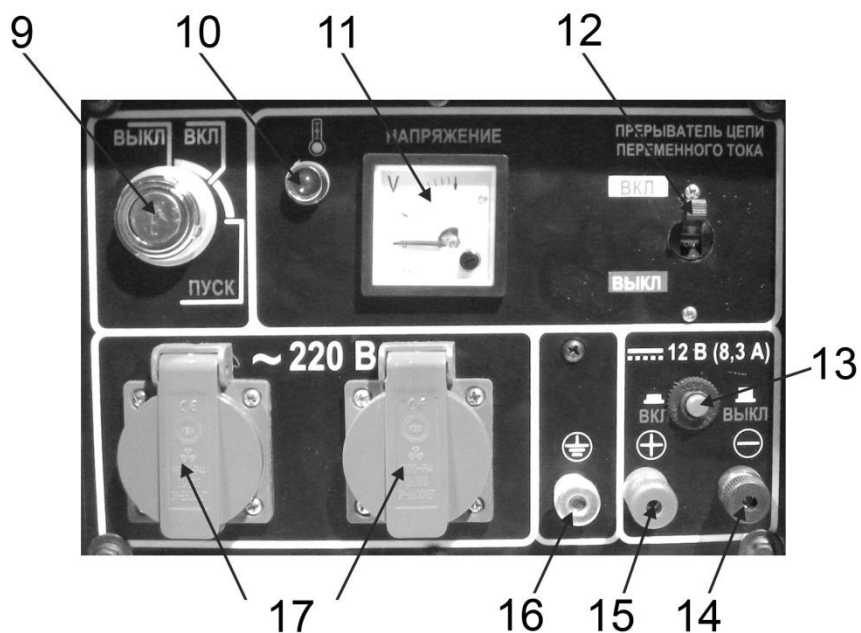

Рис. 1
- Запуск двигателя осуществляется ручным стартером, при помощи рукоятки (3)(См. Рис.1), или же электрическим стартером, при помощи ключа зажигания.
- С помощью воздушного фильтра производится очистка воздуха, поступающего в двигатель. Для проведения технического обслуживания воздушного фильтра, он снабжен съёмной крышкой (2).
- Розетки (17) предназначены для подключения потребителей однофазного переменного тока, напряжением 220 В.
- Вольтметр (11) предназначен для измерения величины выходного напряжения работающего генератора.
- Соедините разъем заземления (15)(См. Рис.1) на панели управления с заземлителем. Для соединения используется провод, сечением не менее 1,5 мм².
- Противоположный конец провода соединяется с клеммой заземления генератора (16)(См. Рис.1).